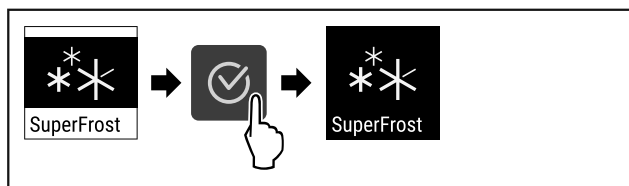

Fig. 93
- ▶ Genomför handlingsstegen (se Fig. 93).